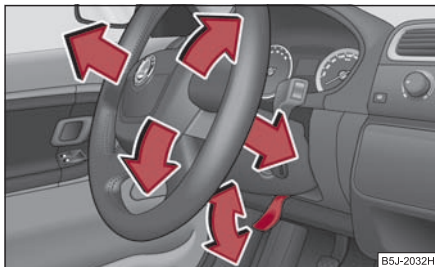

Fig. 122 Volan reglabil:
- Îndreptați maneta de sub volan ⇒ fig. 122, în jos ⇒ ⚠.